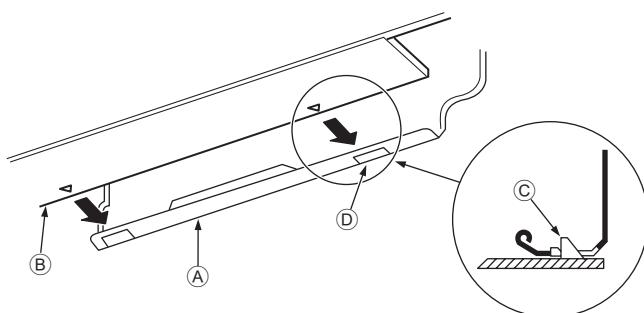

Fig. 3-10
3. Устанавливая трубы хладагента и дренажа в отверстие на стене (муфту), подвесьте верхнюю часть внутреннего блока к монтажной плате ①.
5. Закрепите блок, вдвинув его нижнюю часть в монтажную плиту ①. (Fig. 3-10)
* Убедитесь, что нижние фиксаторы внутреннего блока надежно вставали в монтажной плате ①.
- Ⓐ Монтажная плита ①